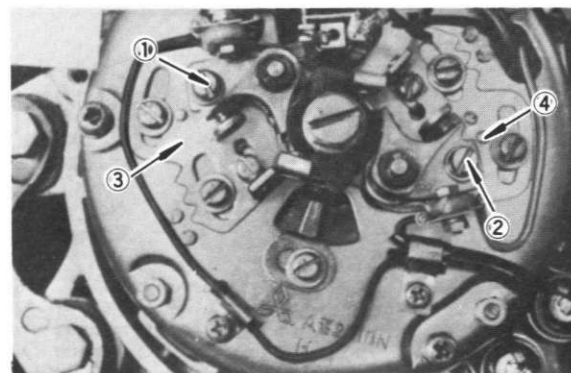

Fig. 6-2-3
- c. To gap the points, first rotate the engine until the ignition cam opens the points to their widest position. Slip a 0.4 mm feeler gauge into the gap. It must be a tight slip fit. If an adjustment is necessary, loosen the point lock screw (1 or 2) as shown in the Fig. 6-2-3, insert a screwdriver into the adjustment slots (3 or 4), and open or close the points until the feeler gauge indicates the correct gap. Retighten the lock screw and re-check the gap.
- c. Pour régler l'écartement des rupteurs, faites tout d'abord tourner le moteur jusqu'à ce que la came d'allumage provoque l'ouverture la plus large. Glissez une jauge d'épaisseur de 0,4 mm dans l'ouverture. Elle doit tout juste pouvoir être glissée entre les deux rupteurs. Si un réglage est nécessaire, desserrez la vis de blocage du rupteur (1 ou 2) comme le montre la Fig. 6-2-3, introduisez un tournevis dans l'une des ouvertures de réglage (3 ou 4) et ouvrez ou fermez les rupteurs jusqu'à ce que la jauge d'épaisseur vous indique que l'écartement est correct. Resserrez la vis de blocage et vérifiez à nouveau l'écartement.
- c. Zum Einregulieren der Kontaktpunkte ist der Motor zunächst so weit zu drehen, dass die Unterbrechernocke die Kontakte in die am weitesten geöffnete Stellung bringt. Eine 4 mm Fühlerlehre in die Öffnung einführen. Sie muss sich schwer bewegen lassen. Wenn eine Nachstellung notwendig ist, ist die Feststellschraube des Punkts (1 oder 2) zu lösen (Siehe Abbildung 6-2-3), dann steckt man einen Schraubenzieher in die Stellnute (3 oder 4) um den Abstand der Kontakte richtig einzuregulieren. Anschliessend Verschlusschraube anziehen und Abstand erneut überprüfen.